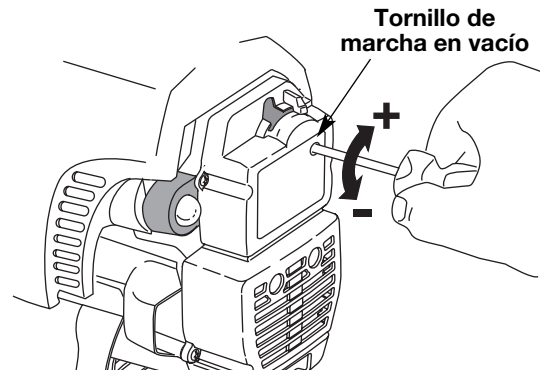

Fig. 29
La velocidad lenta del motor puede ser ajustada por la cubierta del silenciador / filtro de aire (Fig. 29).
3. Mueva el control del regulador y deje que el motor funcione en mínima. Si el motor se para, inserte un destornillador pequeño Phillips o de vástago plano en el orificio de la cubierta del filtro de aire / silenciador (Fig. 29). Gire el regulador de velocidad mínima hacia dentro en sentido horario 1/8 de vuelta por vez (según sea necesario) hasta que el motor funcione en velocidad mínima en forma continua.